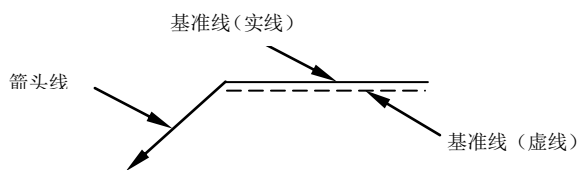

图 1—1 指引线
2. 指引线 一般由带有箭头的指示线和两条基准线（一条为实线，另一条为虚线）组成（图 1—1）。基准线一般应与图样的底边相平行。基本符号标在基准线上，为确切表示焊缝的位置，对基本符号对基准线的位置规定为：焊缝在接头的箭头侧，基本符号应标在基准线的实线侧（图 1—2a）；焊缝在接头的非箭头侧，基本符号应标在基准线的虚线侧（图 1—2b）；而对称焊缝和双面焊缝标注时不加虚线。